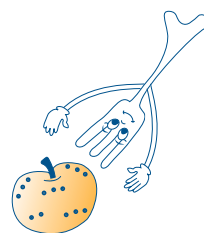

fig. 9
- 4) **Etenswaren met een vel, schil of schaal (vb. appels, aardappelen, tomaten, worst, vis) dienen met een vork ingeprikt te worden op meerdere plaatsen, zodat de damp kan ontsnappen en het vel of de schil niet openbarst (Fig. 9).**